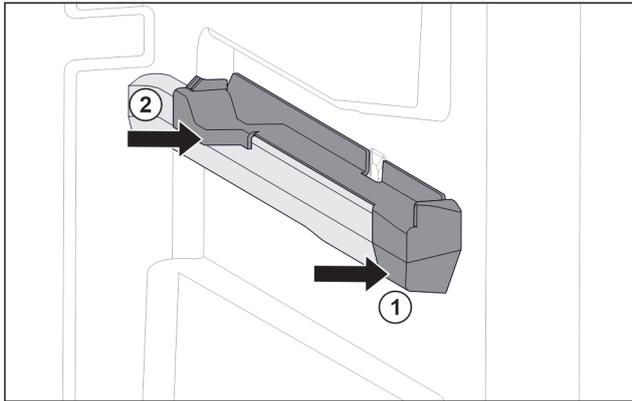

Fig. 28 Вставная часть на правом контейнерном ребре
- ▶ Наденьте вставную часть спереди на контейнерное ребро. Fig. 28 (1)
- ▶ Нажмите на вставную часть сзади. Fig. 28 (2)